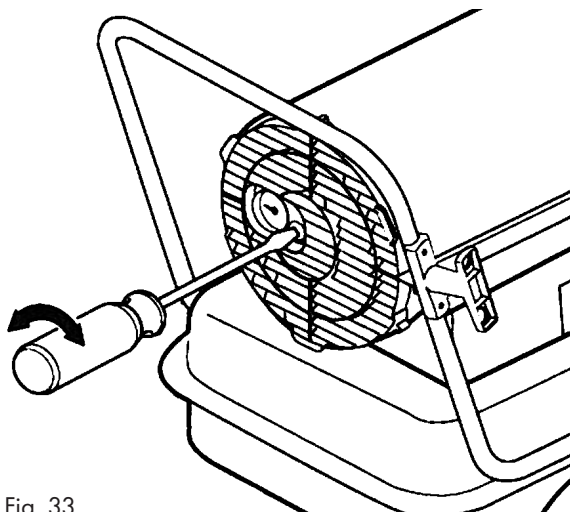

Fig. 33
- Använd en platt skruvmejsel för att vrida ventilen, se fig. 33